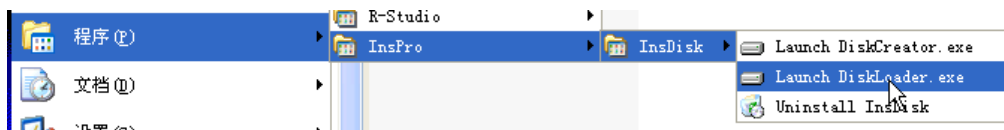

图 5-13 启动命令
(1) 我们将文件变为磁盘，启动命令，如图 5-13 所示。